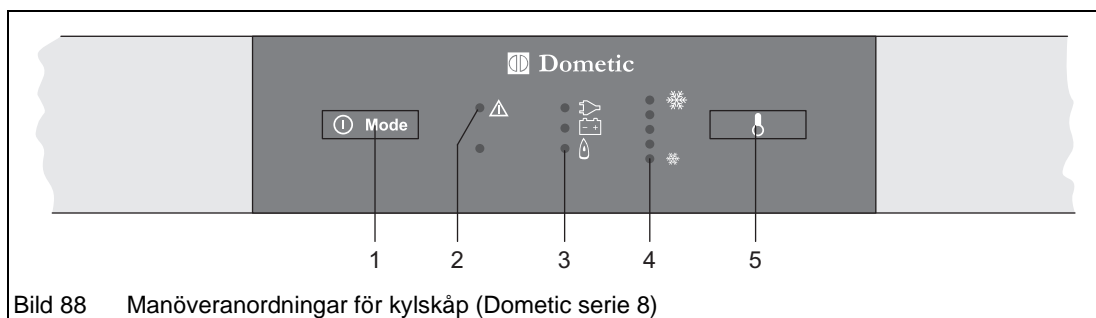
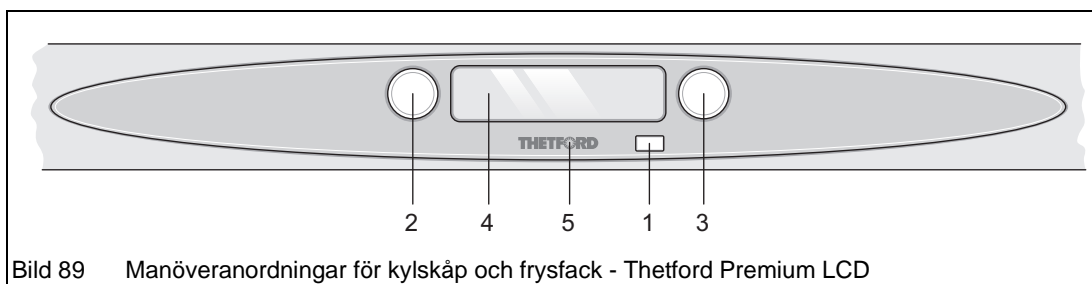

Bild 88 Manöveranordningar för kylskåp (Dometic serie 8)
Bild 89 Manöveranordningar för kylskåp och frysfack - Thetford Premium LCD
- Vid kylskåp med manuell energival (MES), tryck på energiväljaren (Bild 88/1) respektive. (Bild 89/ 2) upprepade gånger, tills symbolen "gasoldrift" markeras. Tändningen sker automatiskt.